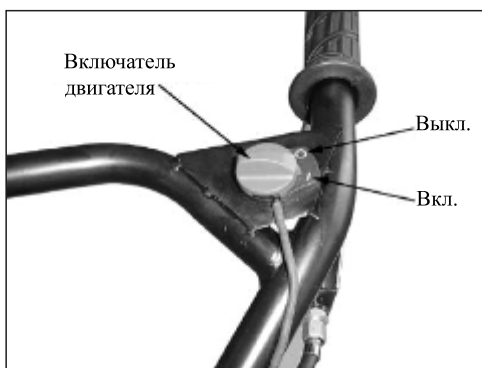

Рис. 18
- Перед запуском двигателя убедитесь, что выключатель находится в положении "1" (вкл) (рис. 18).